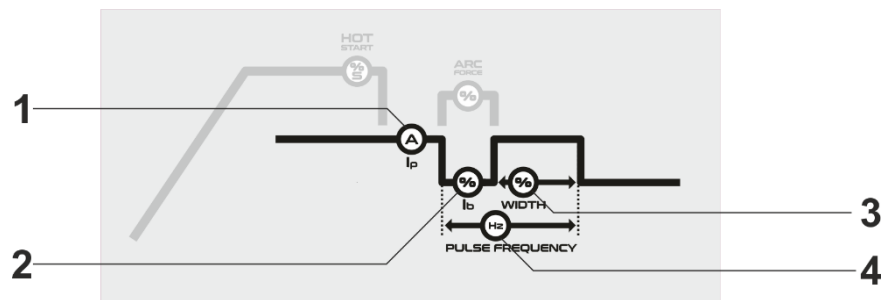

Fig. 2 - LIFTIG parámetros
- Ajustar el valor de corriente (Fig.2 - 3).
- I_b (Fig.2 - 2) – ajustar la corriente de base en porcentaje de la corriente principal.
- WIDTH (Fig.2 - 3) – ajustar el tiempo de la corriente de pico (principal) de 10% a 90%.
- PULSE FREQUENCY (Fig. 2 - 4) – ajustar la frecuencia del pulsado en Hertz.